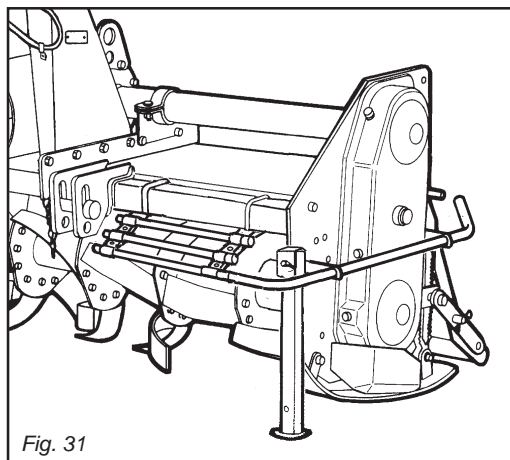

Fig. 31
- 1) Position the support foot as shown in the figure 31.
- 1) Den Stützfuß wie in Abb. 31 gezeigt anordnen.
- 1) Placer le pied d'appui (Fig. 31).